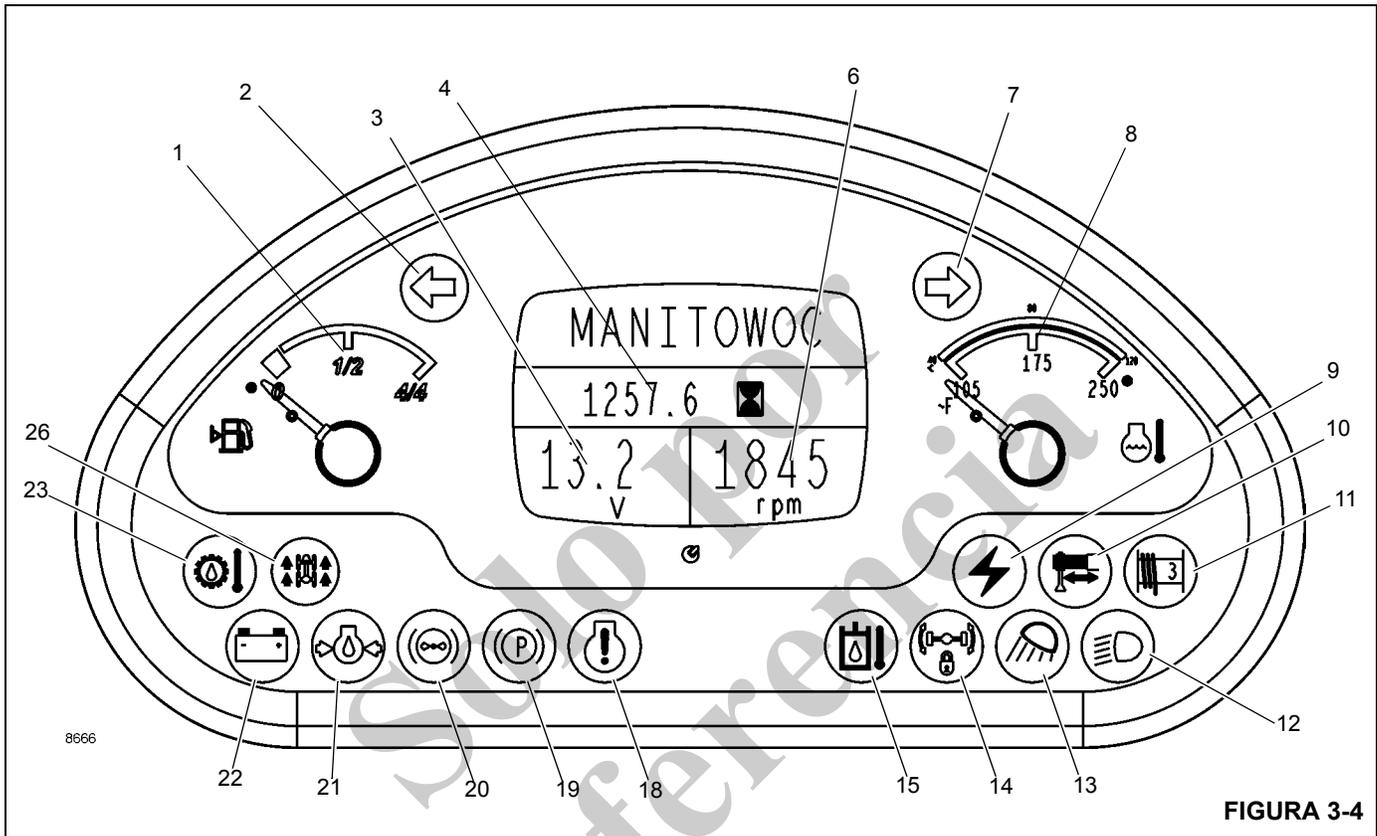
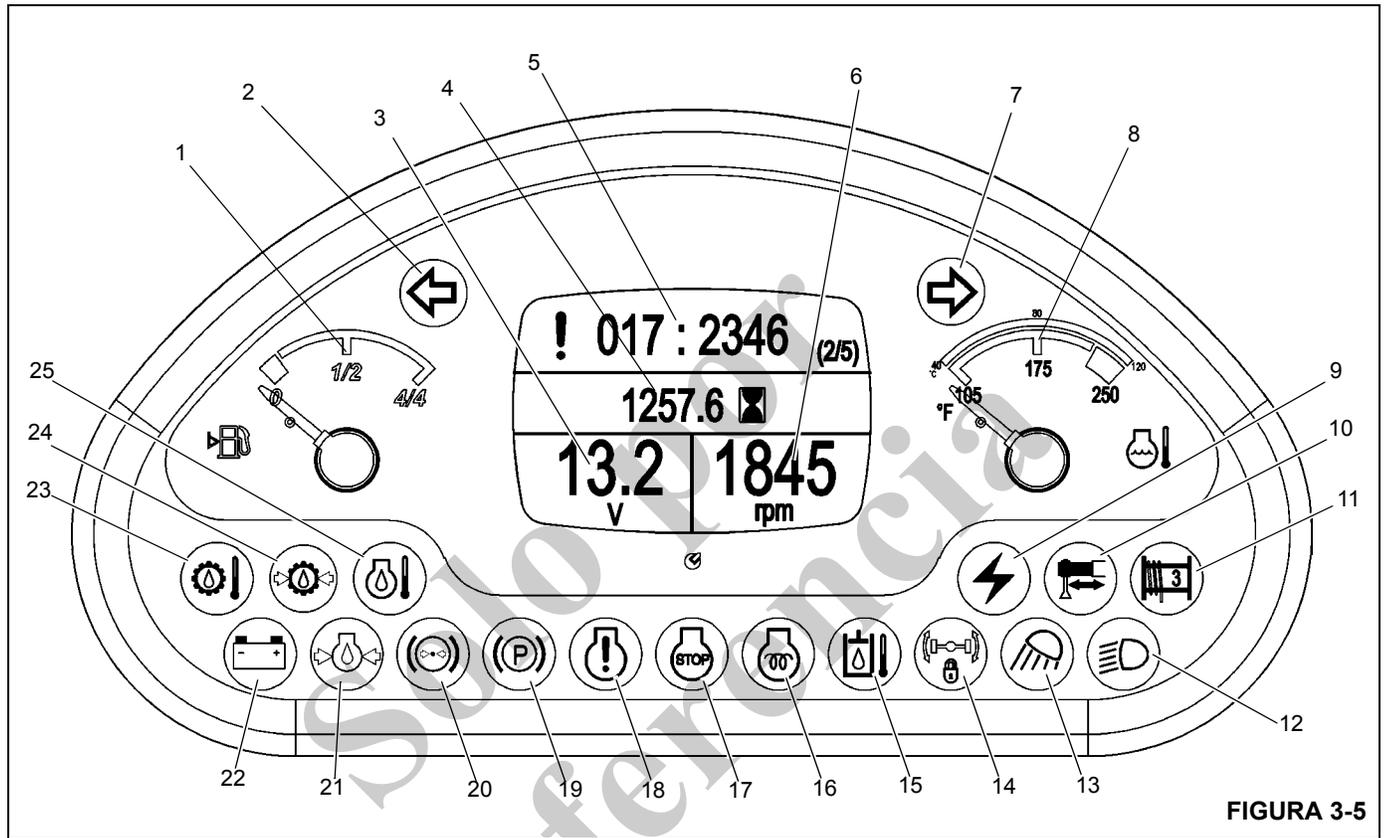

FIGURA 3-4
FIGURA 3-5
Figura 3-4 y Figura 3-5 Números de artículo
El medidor de combustible (1) (Figura 3-5) indica la cantidad de combustible en el tanque y tiene una escala marcada de 0 (vacío) a 4/4 (lleno). El medidor de combustible recibe una señal de una unidad emisora en el tanque de combustible.
Si la condición persiste, la luz de apagar (Figura 3-5) destella para advertir al conductor que se debe parar el motor y resolver el problema antes de volverlo a arrancar.